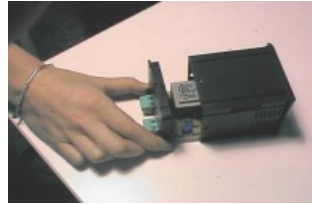

Abbildung 2
- 2.- Das Gerät vorsichtig aus dem Gehäuse herausziehen. (Abbildung 2)
- 2.- Remove the set composed by the base and circuits by pulling the base and carefully sliding it out.(figure2)